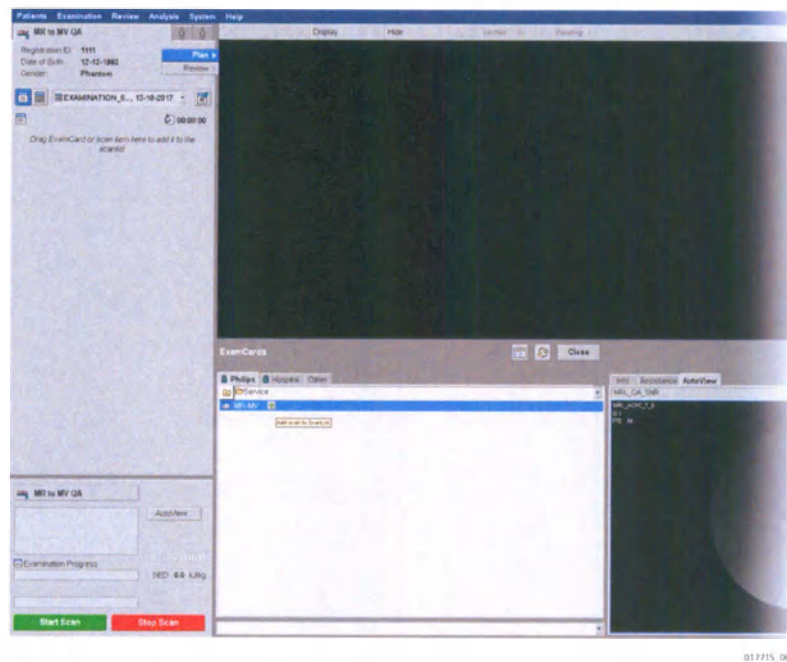

Рис. 7.41 Пример панели *ExamCard* (Карта исследования) с выбранной вкладкой *Philips*
- d Перетащите карту исследования **MR-MV** (MP-MB) или нажмите на символ «+», который появляется при наведении на нее курсора (см. Рис. 7.41).